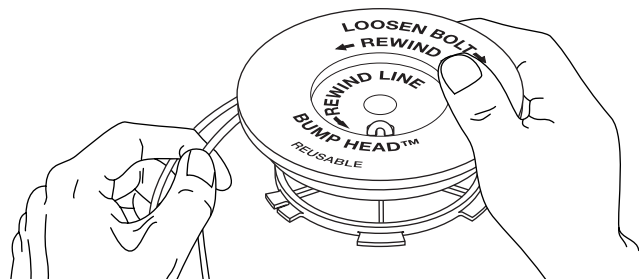

Fig. 16
9. Enroulez le fil en couches uniformes serrées dans le sens indiqué sur le moulinet intérieur (Fig. 16).